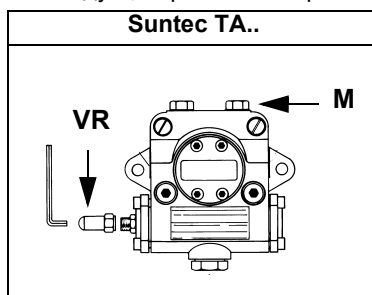
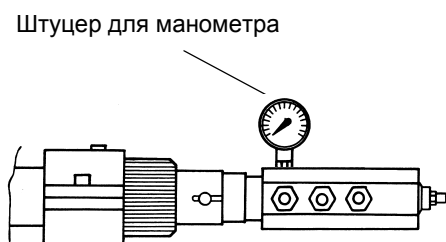

Рис. 13
Рис. 14
- 3 выпустить воздух со штуцера (M) манометра насоса (Рис. 13), расслабив слегка заглушку, но не снимая ее; затем отпустить контактор
- 5 Давление питания форсунки уже отрегулировано заранее на заводе-изготовителе и не должно изменяться. Только в случае необходимости, отрегулировать давление питания (см. соответствующий параграф) следующим образом: установить манометр в положение, указанное на Рис. 14, воздействовать на регулировочный винт VR насоса (см. Рис. 13) до получения на форсунке давления в 25 бар (см. график на Рис. 15);